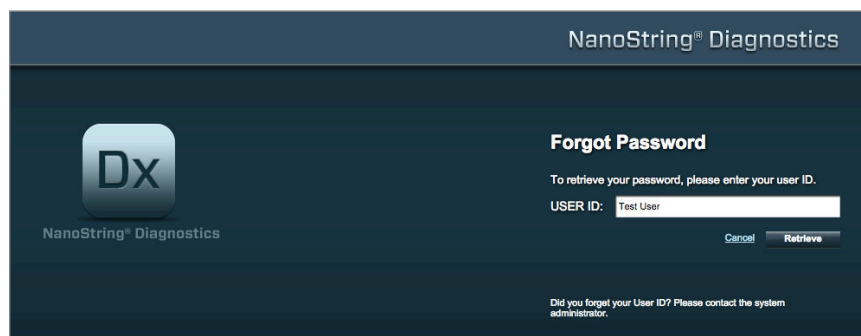

ABBILDUNG 4.3: Die Seite zum Anfordern eines vergessenen Kennworts
- Klicken auf den Link neben **Forgot your Password?** (Kennwort vergessen?), um zur Seite zu gelangen, auf der Sie ein neues Kennwort anfordern können (**ABBILDUNG 4.3**).